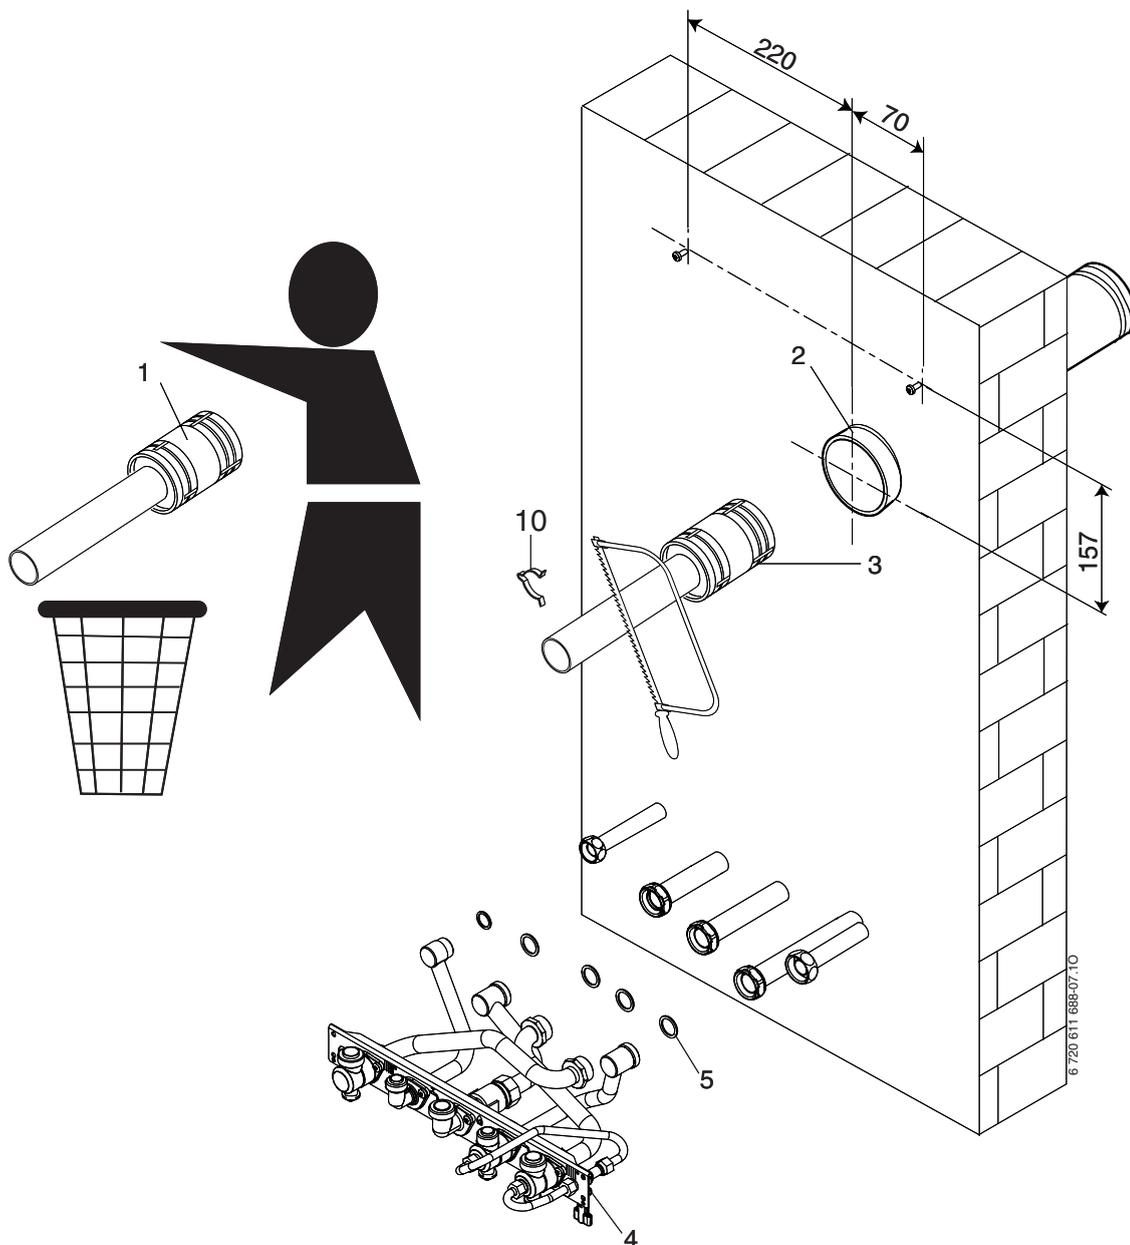

Fig. 6
- ▶ predisporre i nuovi tasselli con viti (in dotazione), come da quote esposte sulla fig. 6. Non avvitare del tutto le viti.
- ▶ Posizionare la piastra rubinetteria (fig. 6, rif. 4), con le sue 5 guarnizioni a corredo, sui 5 dadi femmina esistenti presso l'impianto.
- ▶ Dall'esterno del locale, liberare il tubo PVC (fig. 6, rif.2) dal leggero strato di cemento.
- ▶ Ruotare per qualche cm il vecchio tubo inox (fig. 6, rif. 1) ed estrarlo dal tubo PVC (fig. 6, rif. 2).
- ▶ Definire la lunghezza del nuovo tubo fumi inox (fig. 6, rif. 3) considerando che questo, si introdurrà di circa 2,5 cm nella caldaia (rispetto al filo esterno della scocca della caldaia stessa).
- ▶ Pulire il tubo PVC (fig. 6, rif.2) ed inserire il nuovo tubo inox (fig. 6, rif. 3) nello stesso tubo PVC.
- ▶ Inserire il centratore, fornito a corredo (fig. 6, rif. 10) tra tubo inox e tubo PVC.
- ▶ Dall'esterno del locale, mediante il foro passante, inserire in caldaia il tubo concentrico (2+3), facendo attenzione ad inserire correttamente sia il tubo inox (fig. 6, rif. 3) presso il raccordo fumi interno, sia il tubo PVC (fig. 6, rif. 2) dell'aria, presso l'apposito collare.
- ▶ Controllare il corretto inserimento sia del tubo inox (fig. 6, rif. 3), presso il raccordo fumi interno, sia del tubo PVC (fig. 6, rif. 2) dell'aria, presso l'apposito collare.
- ▶ Dall'interno del locale, ruotare di qualche cm il vecchio tubo inox (fig. 6, rif. 1) ed estrarlo dal tubo PVC (fig. 6, rif. 2).